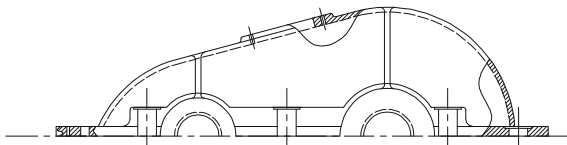
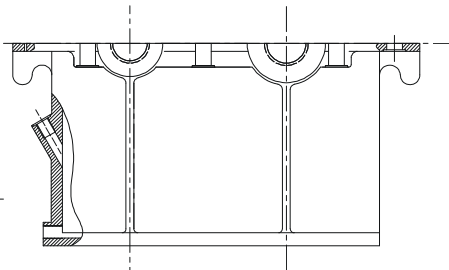

图 11-2-1
图 11-2-2
STEP 01 在 CAD 软件中打开前面第八章绘制的箱盖和箱体两个 CAD 图形；若读者不小心没有保存，也可以从我们提供的光盘里打开这两个图形（光盘目录：/源文件与素材/第 11 章/），打开箱盖文件如图 11-2-1 所示和箱体文件如图 11-2-2 所示。